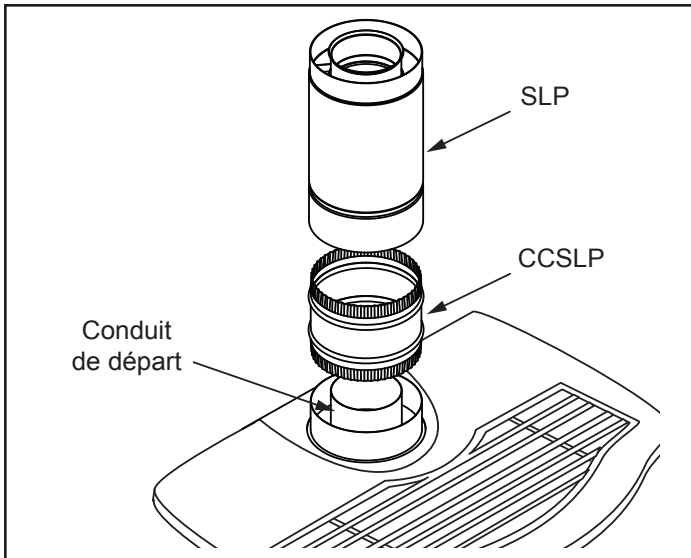

Figure 3.2 – Fixer l'ensemble intérieur au collier de cheminée.
4. Placez un cordon de mastic de 10 mm (3/8 po) autour de l'extrémité serti de 101 mm (4 po) du collier d'amorce sur le poêle. Attachez le tuyau SLP à l'adaptateur et fixez-le en alignant l'adaptateur et les joints du tuyau, en appuyant fermement jusqu'à ce que le tuyau s'arrête et en le tournant pour le verrouiller en place (voir figure 3.2).
3. Installez le système de ventilation comme décrit aux figures 3.2 à 3.9.